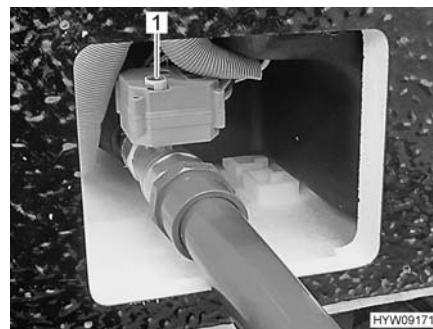

Fig. 162 Manovella (rubinetto di scolo delle acque grigie)
- Per aprire il rubinetto di scolo delle acque grigie sollevare la manovella (Fig. 162,1) e ruotarla in senso antiorario fino a battuta. La direzione di rotazione (O per apertura, S per chiusura) è indicata sulla manovella.
- Per chiudere il rubinetto di scolo delle acque grigie sollevare la manovella (Fig. 162,1) e ruotarla in senso orario fino a battuta.